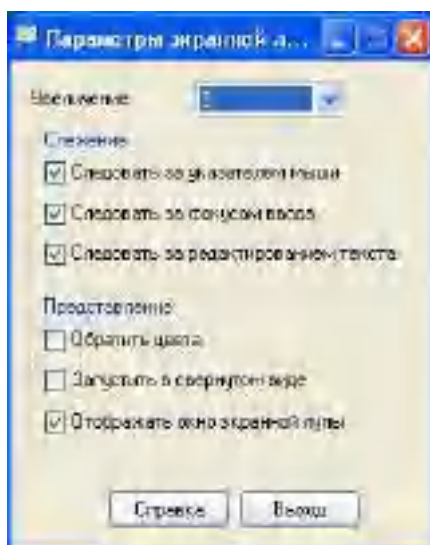

Рис. 5. Настройка параметров Экранной лупы
10. Включите экранную лупу, задав увеличение в 3 раза и включив слежение за указателем мыши, фокусом ввода и текстовым курсором. Для запуска экранной лупы откройте меню «Пуск», выберите в нем пункт Программы-Стандартные-Специальные возможности, а затем выберите команду Экранная лупа. После этого на экране раскроется окно настройки параметров экранной лупы, показанное на рис. 5.